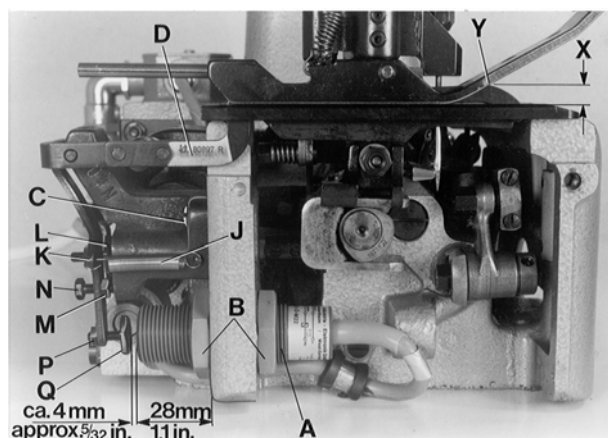
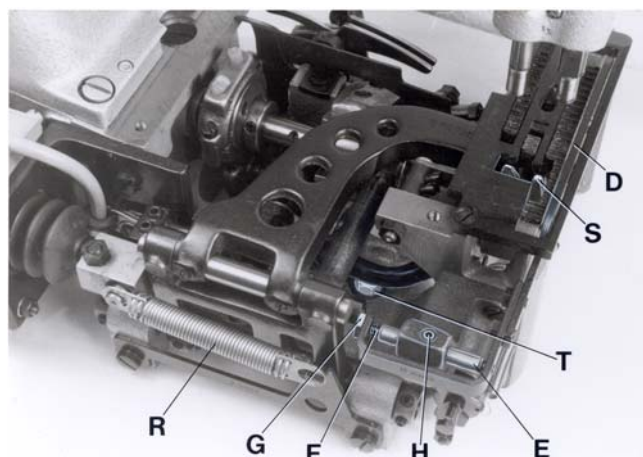

Fig. 14
Fig. 15
Remove cloth plate and left end cover. Mount the electronic proximity switch (A, Fig. 14) to the dimension of 28 mm (1.1"), as shown in Fig. 14.
The feeler (D, Figs. 14 and 15) is adjusted initially with the two fastening screws (C, Fig. 14) for the feeler support bracket. The feeler (D, Figs. 14 and 15) should not have any lateral play but should turn readily. For this, adjust the centering shaft (E, Fig. 15) with centering screw (F) and lock nut (G) accordingly. Loosen screw (H, Fig. 15) and center the feeler (D) in the throat plate and presser foot slot, by moving the centering shaft (E) laterally. The feeler must turn readily. Retighten screw (H).
Hang in tension spring (J, Fig. 14).
The feeler should be set as high as possible. The dimension (X, Fig. 14) between upper throat plate surface and upper edge of feeler at the bag entrance zone, should not be less than 7 mm (.270") on styles 80800R, RL, S and SL, and not less than 7 mm (.290") on styles 80800TL, TAL, U, UA, UL and UAL.
For adjustment loosen nut (K, Fig. 14) and turn-off screw (L), so that the head of screw does not contact the magnet in the feeler support bracket. Loosen nut (M) and turn the feeler stop screw (N) in or out, as required, to adjust the correct feeler height.
**NOTE:** When the presser foot rests on the throat plate (feed dog below throat plate), the distance between upper edge of feeler and lower edge of the feeler slot cut-out in the presser foot (see Y, Fig. 14) should be approx. 1 mm (.040") on styles 80800R, RL, S and SL, and approx. 2 mm (.080") on styles 80800TL, TAL, U, UA, UL and UAL.
Secure the set feeler height with lock nut (M, Fig. 14).
Remueva la tapa principal y la tapa final izquierda. Coloque el interruptor de aproximación (A, Fig. 14) en una distancia de 28 mm (1.1") como se demuestra en la Fig. 14.
El palpador (D, Figs. 14 y 15) esta fijado inicialmente con dos tornillos (C, Fig. 14) a su soporte. El palpador (D, Figs. 14 y 15) no puede tener juego lateral, pero debe girar libremente. Para esto ajuste adecuadamente el eje central (E, Fig. 15) con el tornillo para centrar (F) y la contra-tuerca (G).
Suelte el tornillo (H, Fig. 15) y centre el palpador (D) en las ranuras de la placa de aguja y del pie moviendo el eje central (E) lateralmente. El palpador debe girar libremente. Apriete el tornillo (H) otra vez.
Coloque el resorte (J Fig. 14).
El palpador tiene que ser colocado tan alto como sea posible. La distancia (X, Fig. 14) entre la superficie superior de la placa de la aguja y el borde superior del palpador en la parte donde entra el saco no debería ser menor a una distancia de 7 mm (.270") para maquinas 80800R, RL, S y SL y no menor a 7,5 mm (.290") para maquinas 80800 TL, TAL, U, UA, UL y UAL.
Para este ajuste suelte la tuerca (K, Fig. 14) y gire el tornillo (L) tanto hacia atrás hasta que la cabeza del tornillo no pueda tocar más el imán en el perno fijador del imán. Suelte la tuerca (M) y gire el tornillo tope del palpador (N) adecuadamente hasta que logre la altura correcta del palpador.
**NOTA:** Cuando el pie prensa-tela reposa en la placa de la aguja (con el transportador debajo de la placa de la aguja), debería haber una distancia de aprox. 1 mm (.040") para maquinas 80800R, RL, S y SL y aprox. 2 mm (.080") para maquinas 80800TL, TAL, U, UA, UL y UAL entre el borde superior del palpador y el borde inferior del sacado para el palpador en el pie prensa-tela (vea Y Fig. 14).
Asegure la altura del palpador con la contra-tuerca (M, Fig. 14).
The switching pressure on the feeler is set with screw (K, Fig. 14).
**NOTE:** The closer the head of screw (K, Fig. 14) to the magnet the higher the switching pressure on the feeler. Secure the position of screw (K) with lock nut (L).
The electrical switching point of the proximity switch (A, Fig. 14) is determined by screw (Q, Fig. 14). The distance between screw head and the face of the proximity switch is approx. 4 mm (5/32") (see Fig. 14), when the feeler is in home position. This distance of 4 mm (5/32") is not exactly the same for all switches. Connect the machine electrically. With feeler in home position set the proper switching point as follows:
Loosen nut (P, Fig. 14). Turn screw (Q) away from switch, until the switch switches on. Then turn screw (Q) slowly towards the switch, until the switch switches off. Now turn screw (Q) a further 1/2 turn towards the switch. Secure this position of screw (Q) with lock nut (P).
When the solenoid on styles 80800R and S or the air cylinder on styles 80800RL and SL for the chain cutter (S, Fig. 15) is not activated and the chain cutter is in its home position below the throat plate, the knife tips of the chain cutter (S) should be positioned 0.5 mm (.020") below the throat plate top surface.
To obtain this setting, adjust the knife lever stop screw with lock nut (T, Fig. 15) in the bottom of the bed casting accordingly. The slotted thread end of screw (T) is accessible from the bottom of the bed casting for adjustment.
In cutting position, above the throat plate, the cutting edges of the chain cutter (S, Fig. 15) should overlap by 0.3 mm (.012") to assure a proper thread chain cutting.
On styles 80800R and S with solenoid operated chain cutter the core of solenoid (C, Fig. 16) must rest firmly on the solenoid (D) while adjusting the overlapping of the knife cutting edges of the chain cutter. Unhook pull-back spring (R, Fig. 15) and press the solenoid rod against the solenoid until the core of solenoid (C, Fig. 16) butts on the solenoid (D). Loosen nut (A, Fig. 16) and move clamp (B) on the solenoid rod to the left or right, until the cutting edges overlap approx. 0.3 mm (.012"). Retighten nut (A) and replace pull-back spring (R, Fig. 15).
La presión del interruptor en el palpador se ajusta con el tornillo (K, Fig. 14).
**NOTA:** Cuánto más cerca se encuentre la cabeza del tornillo (K, Fig. 14) al imán, tanto mayor es la presión del interruptor en el palpador. Asegure la posición del tornillo (K) con la contra-tuerca (L).
El punto de activación del interruptor de aproximación (A Fig. 14) está determinado con el tornillo (Q, Fig. 14). La distancia entre la cabeza del tornillo y el frente del interruptor es de aprox. 4 mm (5/32") (vea Fig. 14) cuando el palpador está en su posición básica. Esta distancia no es exactamente igual para todos los interruptores. Conecte la máquina eléctricamente. El punto exacto de la activación se ajusta de la siguiente manera: Suelte la tuerca (P, Fig. 14). Gire el tornillo (Q) alejándolo del interruptor hasta que el interruptor se active. Después gire el tornillo (Q) hacia el interruptor hasta que el interruptor se apague. Después gire el tornillo (Q) 1/2 vuelta más en sentido hacia el interruptor. Asegure esta posición del tornillo (Q) con la contra-tuerca (P).
Cuando el solenoide en las máquinas 80800R y S y en las máquinas 80800RL y SL el cilindro neumático de la tijera (S, Fig. 15) para la cadeneta no esté activado y la tijera esté en su posición básica debajo de la placa de la aguja, los bordes superiores de las cuchillas de la tijera deberían encontrarse aprox. 0,5 mm (.020") debajo de la placa de la aguja.
Ajuste para esto el tornillo tope para la tijera con la contra tuerca (T, Fig. 15) en el fondo de la cama de la máquina. En posición de corte encima de la placa de aguja, las cuchillas de la tijera (S, Fig. 15) deberían solaparse aprox. 0,3 mm (.012") para asegurar un corte limpio de la cadeneta.
En las máquinas 80800R y S con la tijera activada por solenoide, el núcleo del solenoide (C, Fig. 16) tiene reposar firmemente contra el solenoide mientras se ajuste el solapado de la hojas de la tijera. Suelte el resorte (R, Fig. 15) y presione el perno del solenoide contra el solenoide hasta que el núcleo del solenoide (C, Fig. 16) esté plano con el solenoide (D). Suelte la tuerca (A, Fig. 16) y mueva la abrazadera (B) en el perno del solenoide hacia la izquierda o derecha, hasta que las hojas de la tijera se solapan aprox. 0.3 mm (.012"). Apriete la tuerca (A) otra vez y coloque el resorte (R, Fig.15).
On styles 80800U and UA with solenoid operated taper cutter, the core of solenoid (C, Fig. 16) must rest firmly on the solenoid (D, Fig. 16) while adjusting the overlapping of the knife cutting edges of the tape cutter. Unhook pull-back spring (R, Fig. 15) and press the solenoid rod against the solenoid until the core of solenoid (C, Fig. 16) butts on the solenoid. Loosen nut (A, Fig. 16) and move clamp (B, Fig. 16) on the solenoid rod to the left or right until the cutting edges overlap approx. 0.3 mm (0.012 in.). Retighten nut (A) and replace pull-back spring (R, Fig. 15).